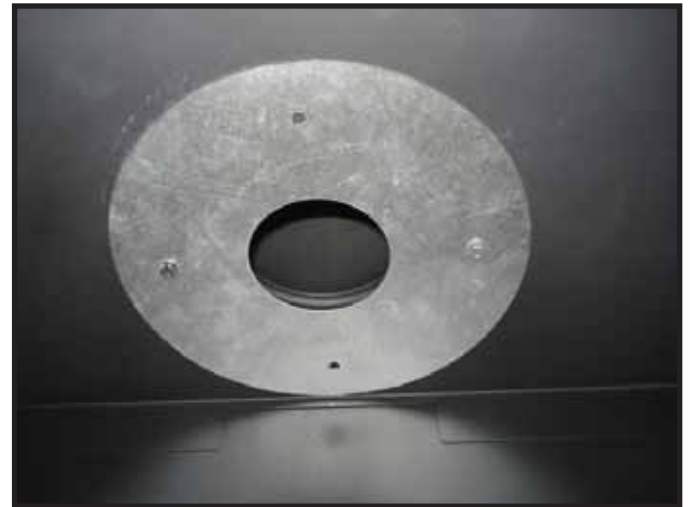

Figure 7.7 Installation du restricteur d'échappement
1. Localisez les deux trous préliminaires situés dans la protection thermique de la chambre de combustion intérieure telle qu'illustrée sur la Figure 7.7.